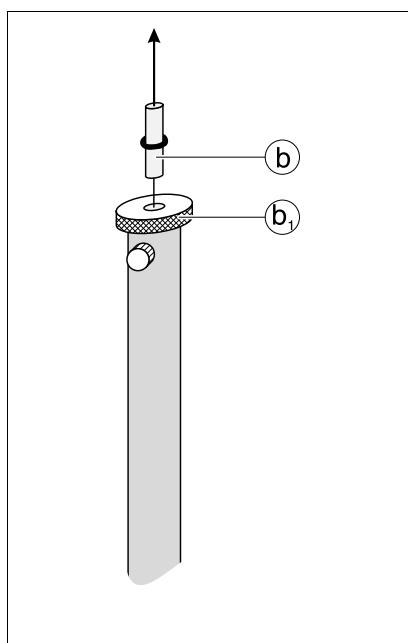

Fig. 8.3
- Maintenir le porte-ruban (b) et desserrer la vis sans tête (b1); ensuite, enlever le porte-ruban (Fig. 8.3).
- Aflojar el tornillo (c1) y con el soporte de la cinta fijo (b) aflojar el tornillo prisionero (b1); retirar el soporte de la cinta (Fig. 8.3).
Hierbei den Haltestift (b), Fig. 8.3 durch Festhalten vor dem Verdrehen sichern.
Vorsichtig den Haltestift (b), Fig. 8.3 herausziehen, dabei die Bewegung des hantelförmigen Pendelkörpers ⑤ beobachten (Fig. 2). Den Pendelkörper soweit anheben, bis sich die kleinen Bleikugeln in der Mitte der runden Fenster befinden. Ein Herausziehen des Haltestiftes bis der Pendelkörper anstößt, führt zum Reißen des Fadens.
Avant de commencer à dévisser, tenir la tige de maintien (b) (cf. fig. 8.3).
Sortir avec précaution la tige de maintien (b), (cf. fig. 8.3) tout en observant le mouvement du corps du pendule ⑤ en forme d'haltère (Fig. 2). Soulever le corps du pendule jusqu'à ce que les petites sphères en plomb se trouvent au milieu de la fenêtre circulaire. Si on tire la tige de maintien jusqu'à ce que le corps du pendule bute, le ruban de torsion va rompre.
Hold onto the band holder (b), Fig. 8.3, so that it does not twist.
Carefully withdraw the band holder (b), Fig. 8.3, and observe the motion of the dumbbell-shaped pendulum body ⑤ (Fig. 2). Lift the pendulum body until the two small lead balls are in the middle of the round window. If the band holder is withdrawn so far that the pendulum body makes contact, the torsion band will break.
Mantener fija el soporte de cinta (b), Fig. 8.3, para que no se tuerza.
Extraer cuidadosamente el soporte de cinta (b), Fig. 8.3, y observar el movimiento del cuerpo del péndulo ⑤ en forma de haltera (Fig. 2). Levantar el cuerpo del péndulo hasta que las pequeñas bolas de plomo se encuentren en la mitad de la ventana redonda. La cinta de torsión se rompe si se extrae el soporte de cinta hasta chocar el cuerpo del péndulo.